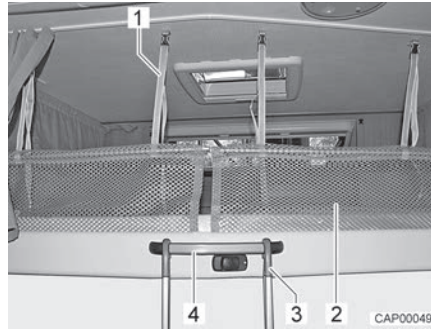

Bild 88 Aufstiegsleiter und Sicherungsnetz
*Einhängen:* ■ Aufstiegsleiter (Bild 88,3) mit beiden Bügeln im Griffbügel (Bild 88,4) am Hubbett einhängen.
**Sicherungsnetz** Die Sicherungsnetze (Bild 88,2) mit den Haltegurten sind unter der Matratze verstaut. Die Sicherungsnetze erst aufspannen, wenn sich die Personen bereits im Hubbett befinden.
*Aufspannen:* ■ Haltegurte (Bild 88,1) in die Halterungen an der Decke einrasten.